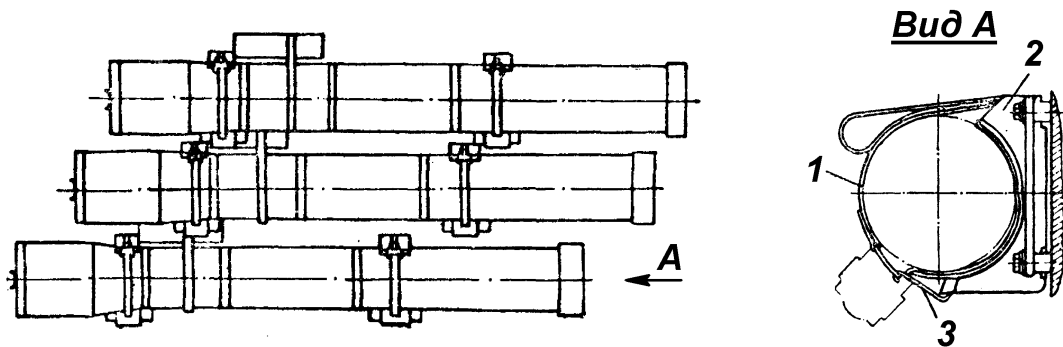
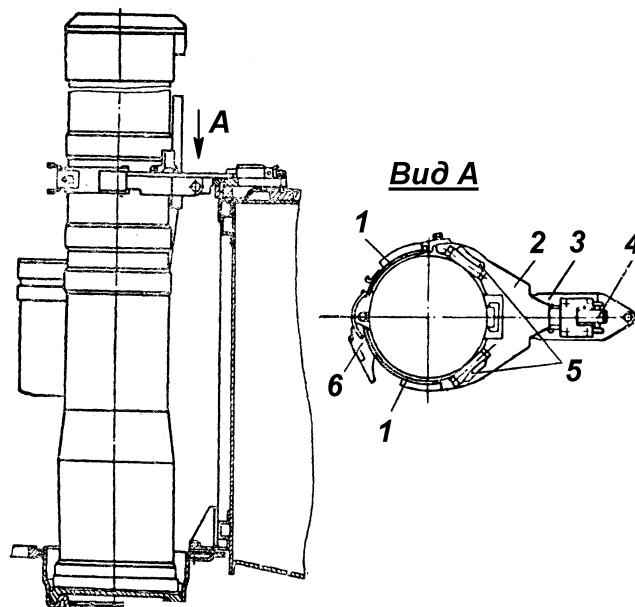

Рис. 19. Розміщення контейнерів 9М113 в укладці на правому борту БМП-2:
Рис. 20. Розміщення контейнеру 9М113 у вертикальній укладці:
- приймає від навідника через свій люк чотири контейнери з протитанковими ракетами 9М113 (9М11М) та закріплює три контейнери на правому борту корпусу машини (рис. 19), а один встановлює вертикально у бойовому відділенні (рис. 20), при цьому останній контейнер укладається так, щоб рукоятка для його перенесення знаходилася в пазу кронштейна2;